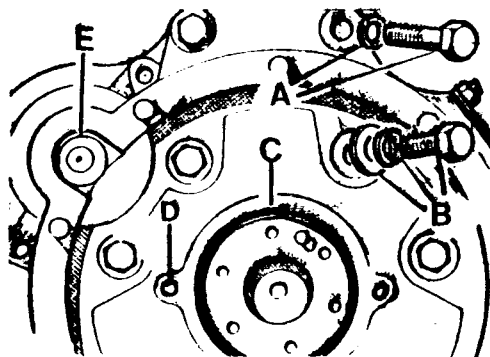

Fig. A3-82 Desmontaje del cárter del volante
- 1.3. Desconectar los cables de alimentación del motor de arranque, quitar los tornillos, A y B (Fig. A3-82) que fijan el cárter del volante al bloque y extraer dicho cárter en unión del motor de arranque.
- 1.4. Desmontar el motor de arranque, E (Fig. A3-82).
- 2.3. Montar el cárter del volante sobre el motor y fijarlo con sus tornillos, A y B (Fig. A3-82), dándoles un apriete de 3,50 á 4,25 mkg.